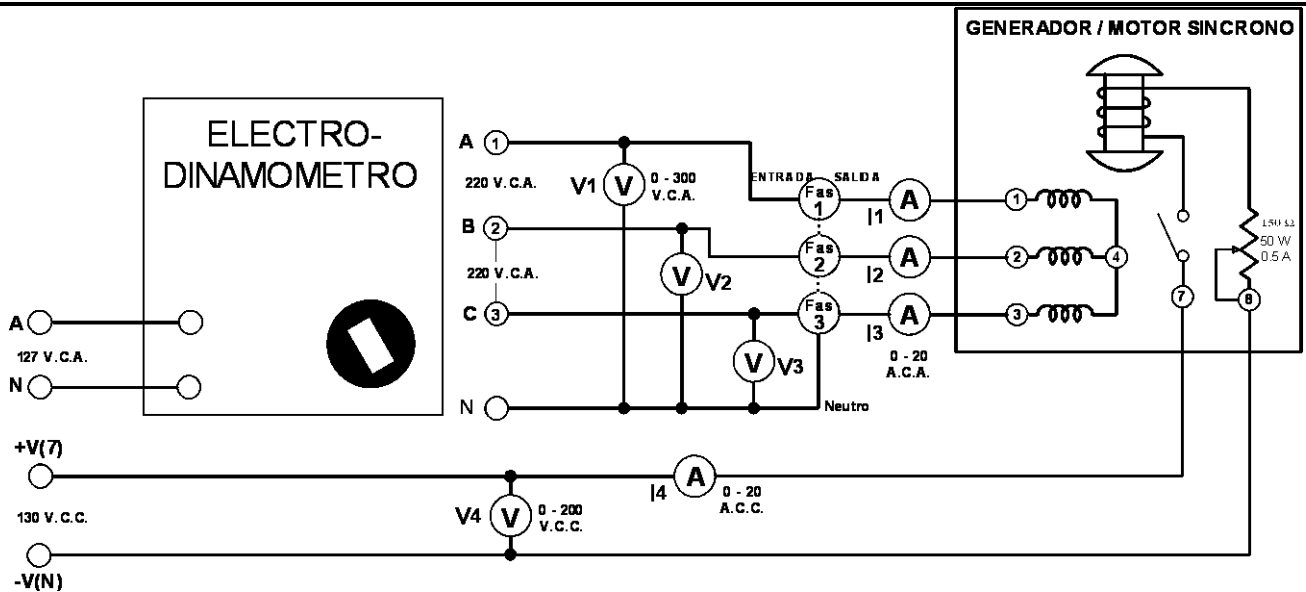

Fig. A12-3
8.- Conecte el circuito de la figura A12-3, utilizando el generador/motor síncrono, electrodinamómetro, fuente de alimentación e instrumentos de medición del panel. Observe que los devanados del estator están conectados a la salida trifásica variable de la fuente de alimentación, terminales **Av(4), Bv(5), y Cv(6)**. Y que el devanado del rotor se conecta a la salida fija de c.c. de la fuente de alimentación, terminales **+V(7) y -V(N)**.